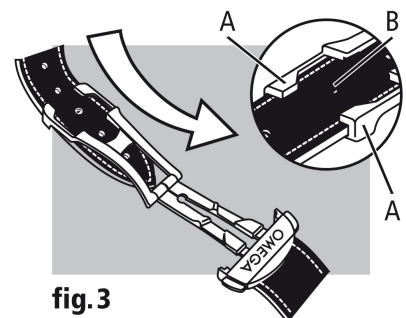

fig.3
Länge anpassen (fig. 3): Lösen Sie das längere Ende aus den beiden Führungen (A) und dem Dorn (B). Ziehen oder schieben Sie das Armband in die gewünschte Richtung und fixieren Sie es wieder mithilfe des Dorns und der beiden Führungen. Prüfen Sie den Sitz der Uhr und wiederholen Sie gegebenenfalls die oben beschriebenen Schritte.